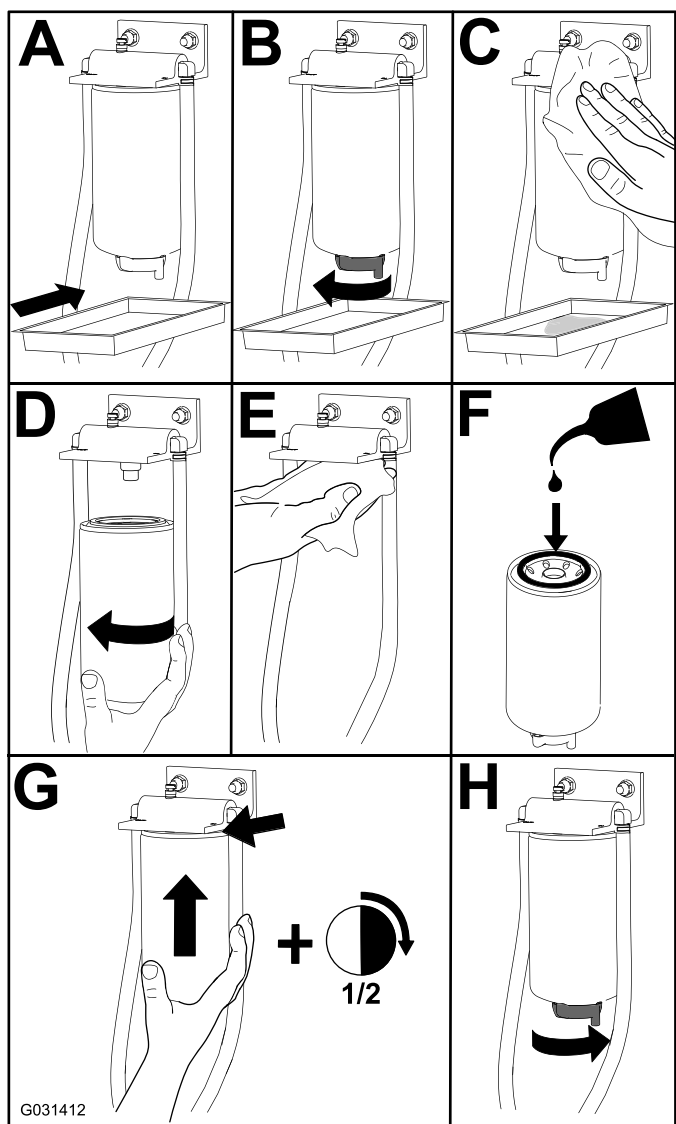

Figure 67
1. Remplacez le filtre comme montré à la Figure 67.